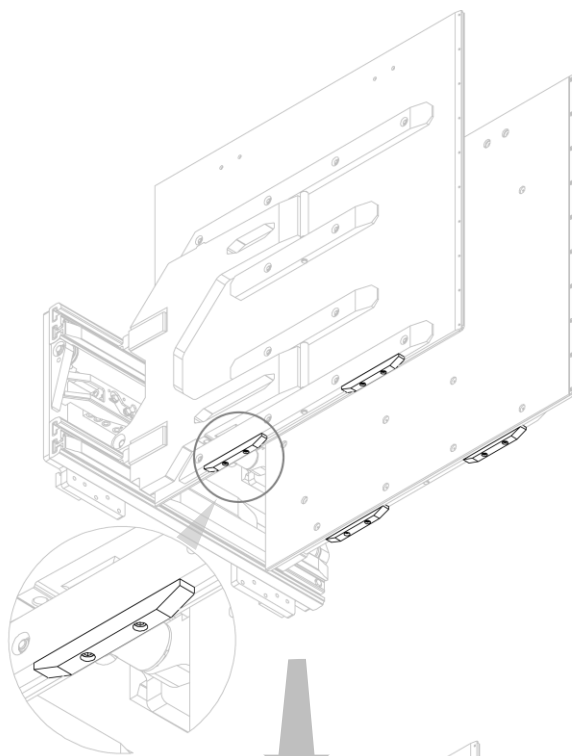
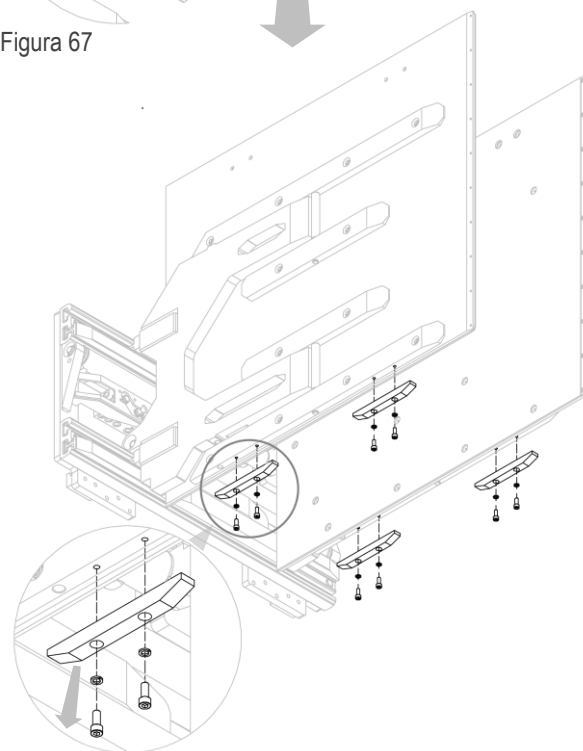

Figura 67
Figura 68
2. Rimuovere i pattini inferiori Anti-Strisciamento in Ertalon svitando le apposite viti che li bloccano (vedi *Figura 67* e *Figura 68*).